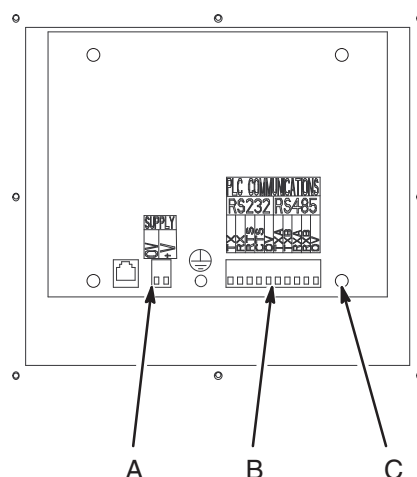

Fig. 11.1
2. Débrancher les connecteurs de tension (A) et de communication (B) à l'arrière de l'interface utilisateur. Voir Fig. 11.1.
3. Retirer les quatre vis (C) du panneau arrière de l'interface utilisateur.
5. Rebrancher le connecteur d'alimentation électrique (A). Lire la **MISE EN GARDE** précédente, **DANGER DE DÉCHARGE ÉLECTRIQUE**, avant d'intervenir.
7. Débrancher le connecteur d'alimentation électrique (A).
8. Remonter le panneau arrière et le fixer avec les vis (C).
9. Rebrancher les connecteurs d'alimentation électrique (A) et de communication (B).